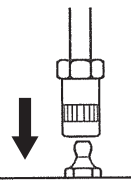

図1
1. ノズルの先端を対象物（グリースニップル）に真っ直ぐに押し当て、取付けます。（図1）